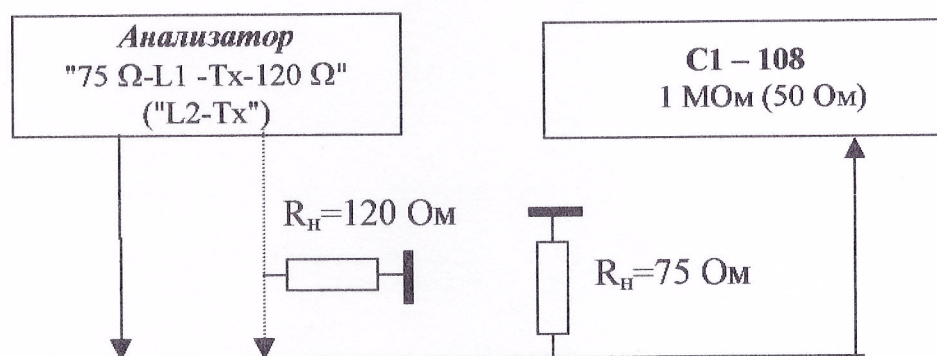

Рис.3. Определение параметров формы сигнала 2048 кбит/с.
8.3.4.1. Определение параметров формы сигнала на симметричном и несимметричном выходах анализатора сигналов ИКМ и передачи данных SunSet E20 для скорости передачи 2048 кбит/с производится с помощью осциллографа типа С1-108 (рис.3).
8.3.8.1. Проверка погрешности измерения амплитуды и формы импульса анализатором сигналов ИКМ и передачи данных SunSet E20 для скорости передачи 2048 кбит/с производится с помощью осциллографа типа С1-108 в соответствии с рис.3.